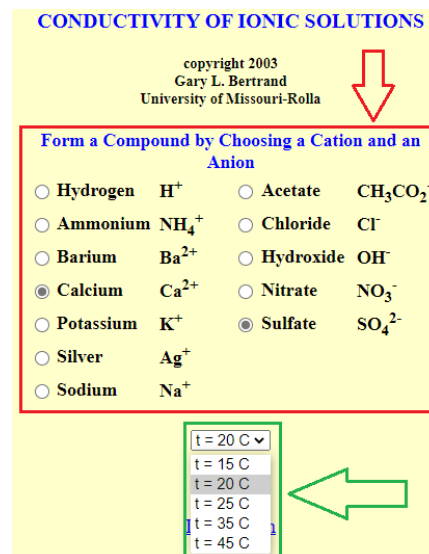

Figura 10. Simulador Conductivity of ionic solutions.
2. Tome la lectura de conductividad en $[\mu\text{S}]$ y registre sus resultados en la tabla 1. Para ello, seleccione en el simulador el anión y el catión que correspondan y fije la temperatura en 25 $^{\circ}\text{C}$ (figura 10).